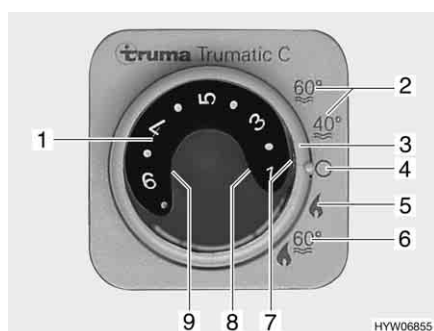

Bild 54 Bedieneinheit für Heizung/Boiler
- Betriebsart mit dem Drehschalter (Bild 54,3) einstellen.
Die Heizung wählt nach gewünschter Raumtemperatur selbstständig die benötigte Brennerstufe. Wenn die gewünschte Raumtemperatur erreicht ist, schaltet der Brenner ab. Die Raumtemperatur wird mit dem Temperaturfühler neben dem Panel gemessen. Bei Betriebsart "Heizung und Boiler" (Bild 54,6) wird auch das Wasser im Boiler erhitzt. Die Heizung kann in der Betriebsart "Heizung ohne Boiler" (Bild 54,5) mit leerem Boiler betrieben werden.
- Temperaturdrehknopf (Bild 54,1) an der Bedieneinheit auf gewünschte Heizstufe stellen.
- Drehschalter (Bild 54,3) auf Winterbetrieb "Heizung ohne Boiler" (Bild 54,5) oder auf Winterbetrieb "Heizung und Boiler" (Bild 54,6) stellen.
Grüne Kontroll-Leuchte (Bild 54,7) leuchtet.
- Drehschalter (Bild 54,3) auf "O" (Bild 54,4) stellen.